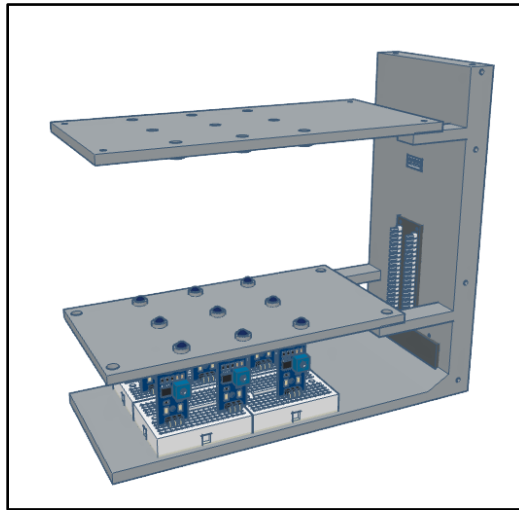

Рисунок 20. Крепление детали РЗ.
- a. Закрепите деталь РЗ двумя винтами М3 длиной 6 мм (**Рис. 20**). *РЗ следует расположить так, чтобы выступающие направляющие светодиодов (т.е. выступы на каждом из отверстий для светодиодов) были направлены вниз..